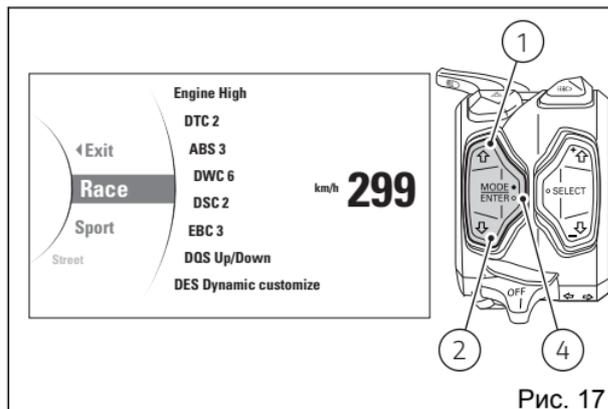

Рис. 17
Если выбирается индикация «EXIT», то при нажатии кнопки (4) (Рис. 17) приборная панель возвращается к отображению главной страницы, не выполняя запись в память новой настройки (нового стиля вождения).